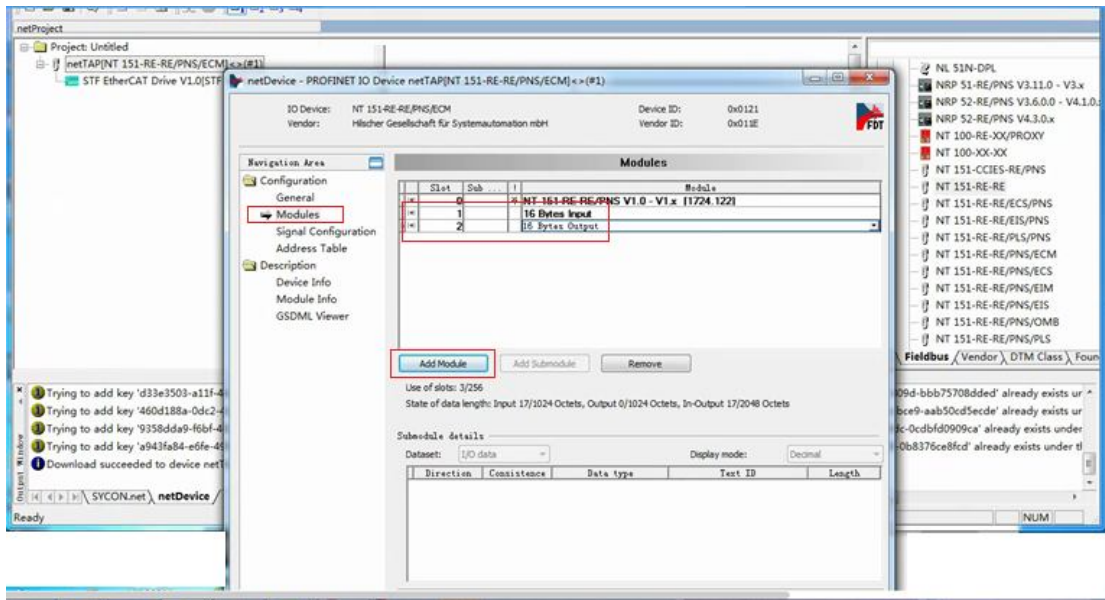

图 5.14 添加 Profinet 输入输出模块
(10) 选择左侧导航栏“Modules”，点击“Add Module”添加输入和输出的模块长度，具体长度需要根据用户在此项目中需要传输的总的的数据长度来定，可以添加多个输入或者输出模块，参考图 5.14。